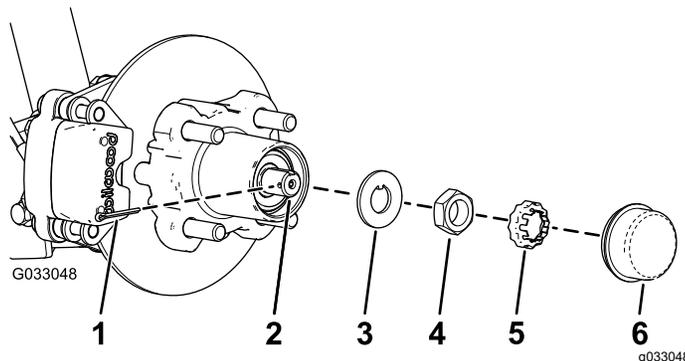
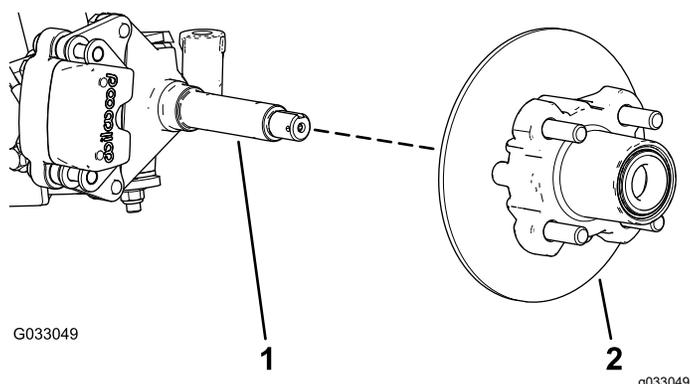

Рисунок 24
Рисунок 25
4. Снимите пылезащитную крышку со ступицы (Рисунок 24).
5. Снимите шплинт и держатель гайки с оси и гайки оси (Рисунок 24).
6. Снимите гайку оси с оси и отделите ступицу и тормозной диск в сборе от оси (Рисунок 24 и Рисунок 25).